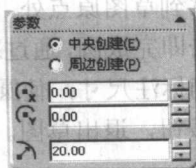

图 1.5 修改圆参数
(6) 再次单击生成圆，在 PropertyManager 对话框中输入半径 20，单击确定按钮 ，完成圆的绘制。
**提示：** 可以通过左窗格中的 FeatureManager 设计树准确标注尺寸，如图 1.5 所示，再单击确定修改。